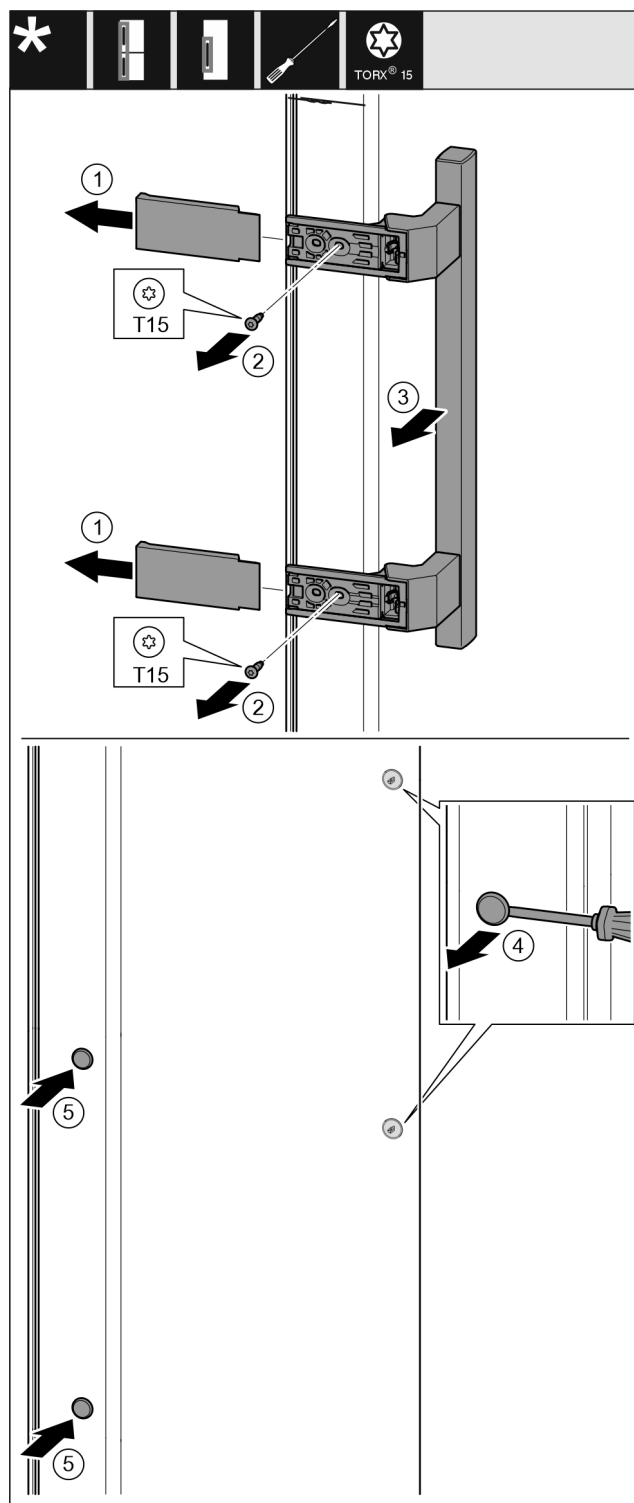

Fig. 18
- Rimuovere la copertura. Fig. 18 (1)
- Svitare le viti con un cacciavite Torx 15. Fig. 18 (2)
- Rimuovere la maniglia. Fig. 18 (3)
- Sollevare il tappo laterale con cautela con un cacciavite a taglio e estrarlo. Fig. 18 (4)
- Reinserire il tappo sull'altro lato. Fig. 18 (5)